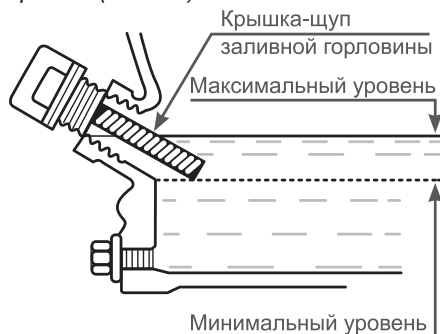

Рис. 19 Проверка уровня масла в картере
Максимальный уровень масла в картере соответствует нижней кромке заливного отверстия (Рис. 19).
7. При недостаточном уровне масла в картере необходимо долить чистое масло до верхней отметки на щупе, что соответствует нижней кромке заливного отверстия (Рис. 19).